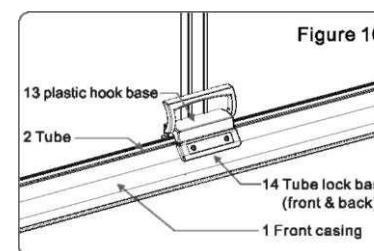

Figure 10
2. Odblokuj rączkę z blokady na górze pręta przytrzymałego. Chwyć rączkę, obniż ekran by schował się w powłoce. Upewnij się, że podstawa rączki jest połączona z podstawą blokady tuby. (Figure 10)